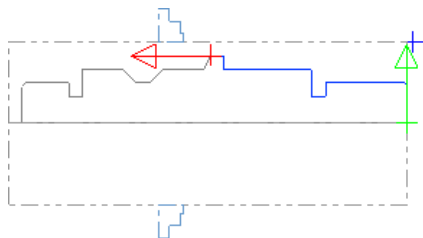

图 19.5 选取加工轮廓
Step2. 定义加工轮廓。在该对话框中选中 ☒ **接续** 复选框，然后在图形区中依次选取图 19.5 所示的轮廓线（中心线以上的部分）。单击 按钮，系统弹出“车床粗加工 属性”对话框。